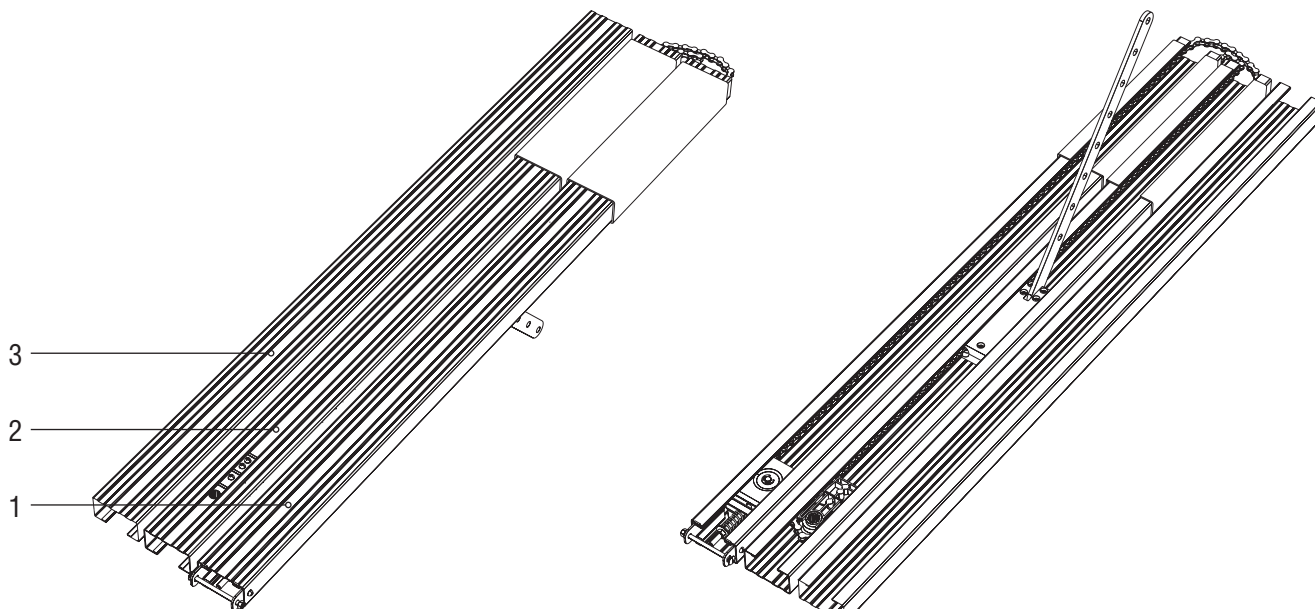

Рисунок 1
1. Распакуйте направляющую и произведите ее осмотр. Убедитесь, что направляющая не имеет повреждений. Если вы обнаружили повреждения, пожалуйста, свяжитесь с поставщиком (Рис. 1).